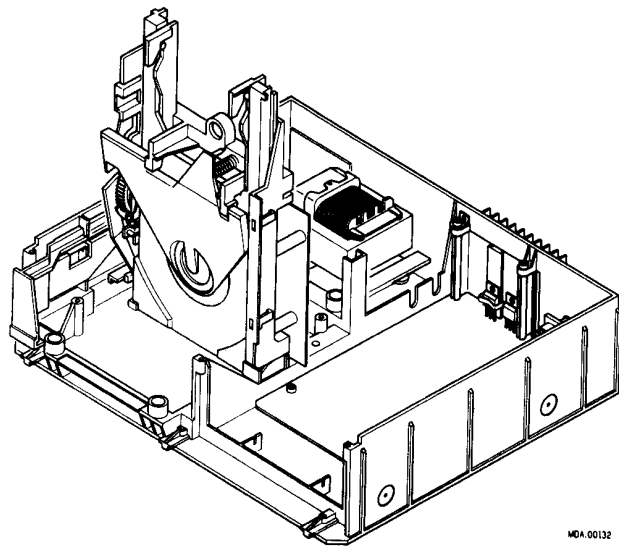

Fig. 3
(zie fig. 3.)
- Verwijder de schroef 4N×10 en ring pos. 226 (zie exploded view van de kast) aan de achterzijde van het lade mechanisme.
- De samenstelling lademechanisme/CDM/servo + pre.-ampl. print is nu uit het frame te nemen en is vertikaal op te stellen in de daarvoor voorziene servicesteunen in het frame (zie fig. 3.).
- Bij montage van de samenstelling lade mechanisme/CDM/ servo + pre.-ampl. print dient erop gelet te worden dat de ophangrubbers en veren pos. 223 en 224 (zie exploded view van de kast) aanwezig zijn.